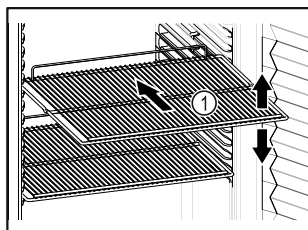

Fig. 50 Representación a modo de ejemplo
- ❑ Si los estantes Fig. 50 (1) se pueden mover, ajustarlos según la altura.